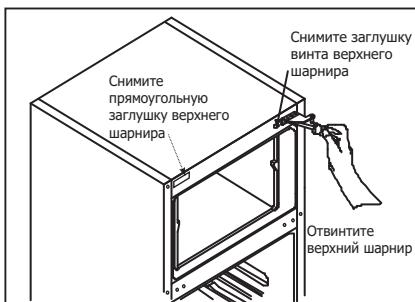

Рисунок 6.
**4** - Открутите два винта, фиксирующие верхний шарнир и снимите его. Снимите левую прямоугольную заглушку верхнего шарнира, перенесите заглушку винта верхнего шарнира с правой стороны в соответствующее отверстие с левой стороны(Рис. 6).